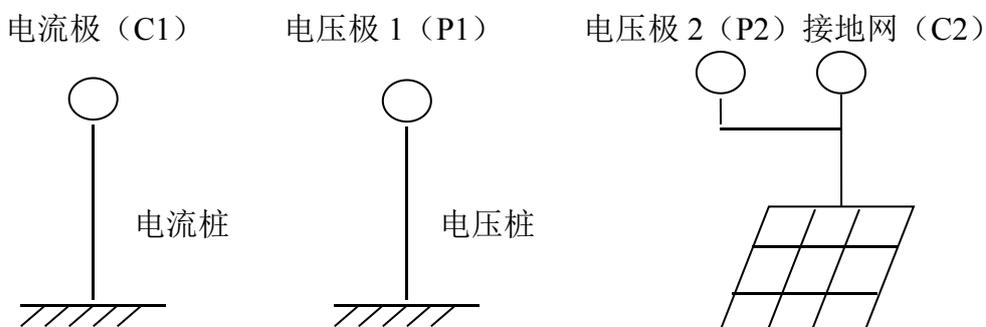

图 2 三极法测量接线示意图
3) 电流测试线和电压测试线按规定的长度将一端与仪器相接后平行放出。另一端分别接在两支地桩上（如图 2 所示）。